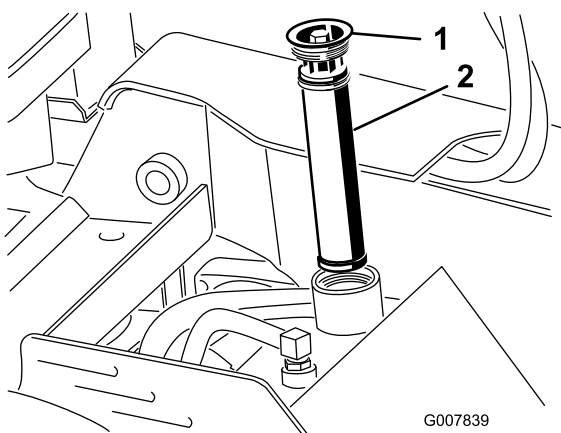

Figure 65
5. Nettoyez la surface autour du goulot de remplissage du réservoir de liquide hydraulique et enlevez le bouchon et le filtre du goulot de remplissage à l'aide d'une clé (Figure 65).